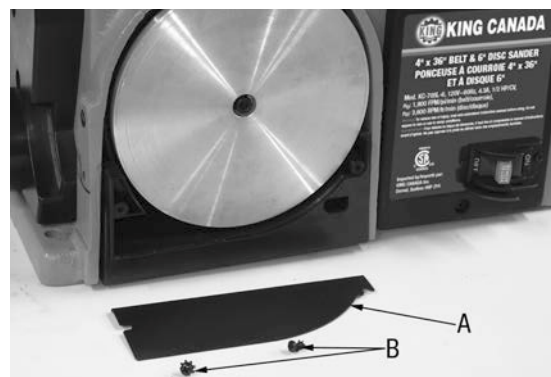

Figure 3
1. Retirez le garde (A) Fig.3 et les deux vis autotaraudeuses (B) en utilisant un tournevis Philips.